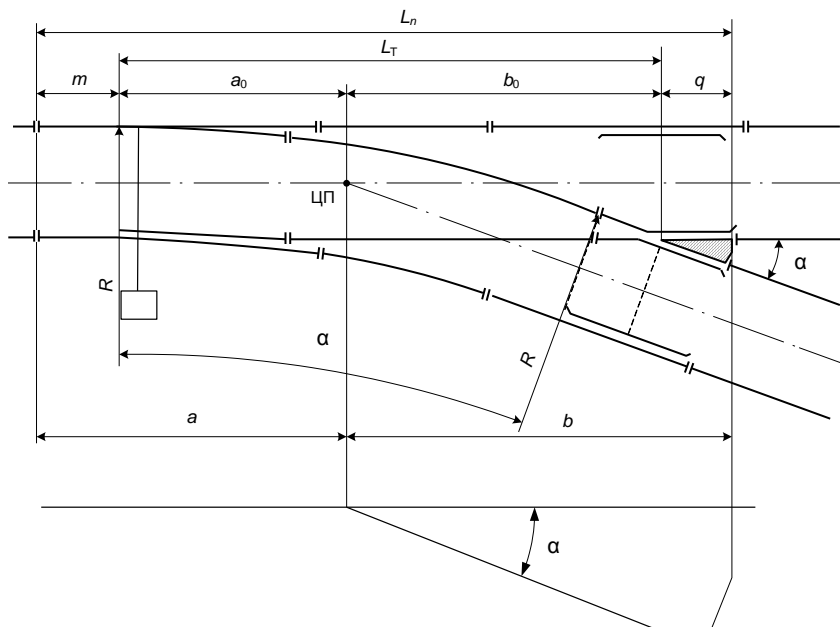
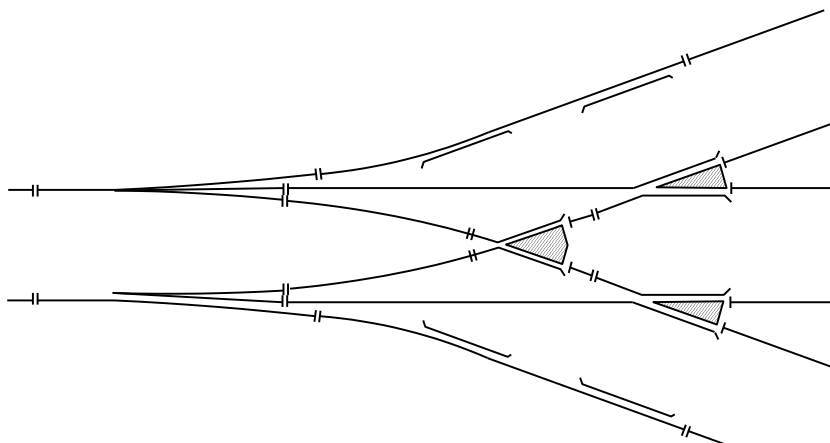
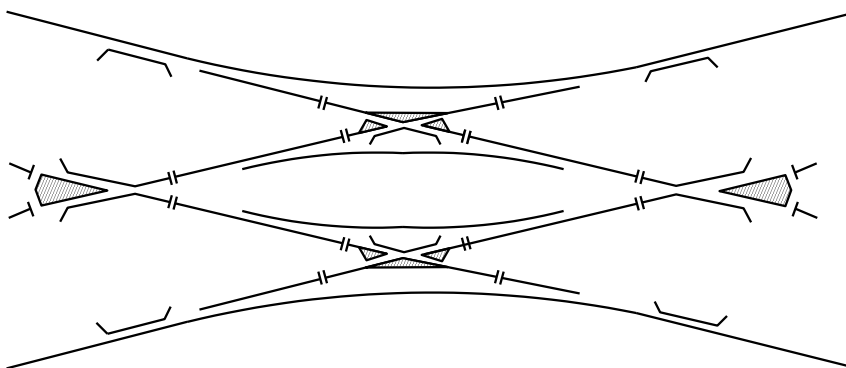

Рисунок 14 – Одиночный стрелочный перевод:
Рисунок 15 – Двойной стрелочный перевод
Рисунок 16 – Перекрестный стрелочный перевод
**Стрелочный перевод** – устройство, обеспечивающее разветвление рельсовых путей при их соединении и пересечении. Различают одиночные (рисунок 14), двойные (рисунок 15) и перекрестные стрелочные переводы (рисунок 16).